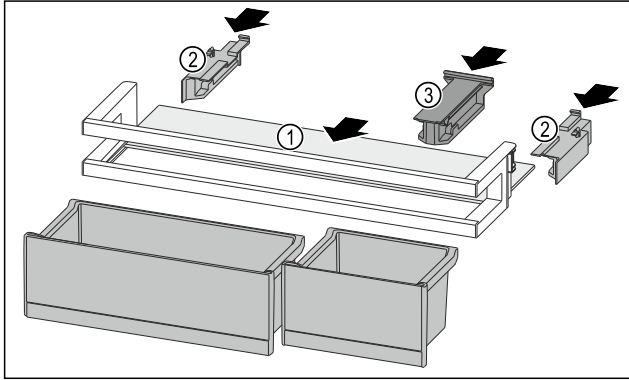

Fig. 162
- ▶ Tolja be a tárolólapot Fig. 162 (1) az oldalsó bemarásokba.
- ▶ Helyezze be az oldalsó részeket Fig. 162 (2).
- ▶ Helyezze be a tartóelemet Fig. 162 (3).